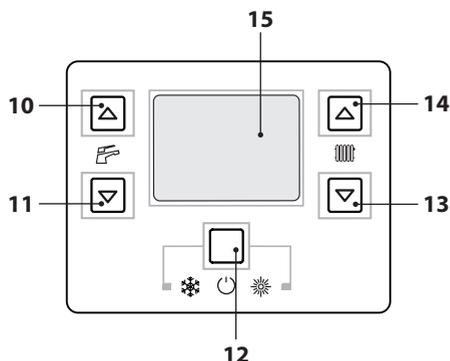

Figura 5.43
- Entrare in "modalità programmazione" premendo contemporaneamente per 10 secondi i tasti 12-13-14 (Figura 5.43) fino a far apparire sul display LCD le lettere **P01** che si alternano con il valore del parametro, indicanti l'entrata nel "parametro 01" (Figura 5.44).
- Premendo il tasto 12 (Figura 5.43) si ottiene la conferma del valore inserito.
- Premendo contemporaneamente i tasti 12 e 13 (Figura 5.43) si esce senza modificare il valore (ritorno alla lista parametri Figura 5.45)
- Premendo contemporaneamente per 10 secondi i tasti 12-13-14 (Figura 5.43) si esce dalla "modalità programmazione".